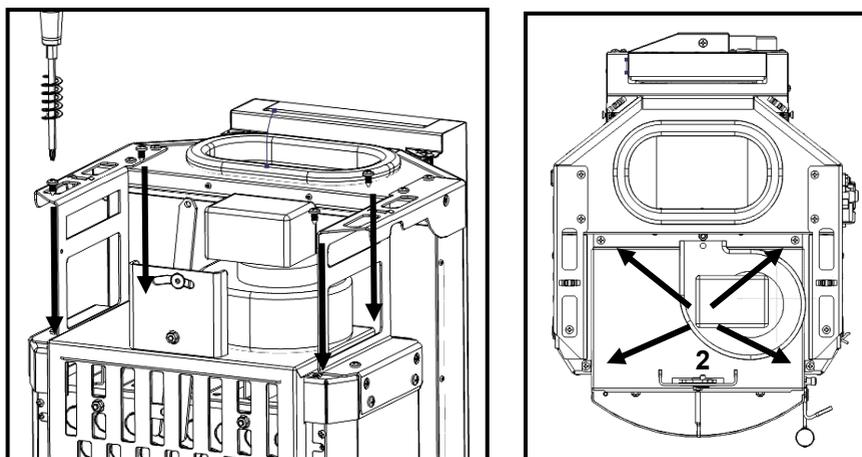

Figura 75 - Fijación del ventilador al equipo
e) Atornille el conjunto de la Figura 75 en la face superior de la cámara de combustión usando 4 tornillos **(A)** en los orificios preparados (8).